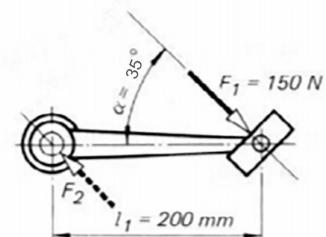

Abb.10: Tretkurbelwelle
- Die Kraft F_1 soll nun unter dem Winkel $\alpha = 35^\circ$ auf die Tretkurbel (Abb.10) wirken. Wie groß ist nun das Drehmoment bei waagerechter Tretkurbelstellung?